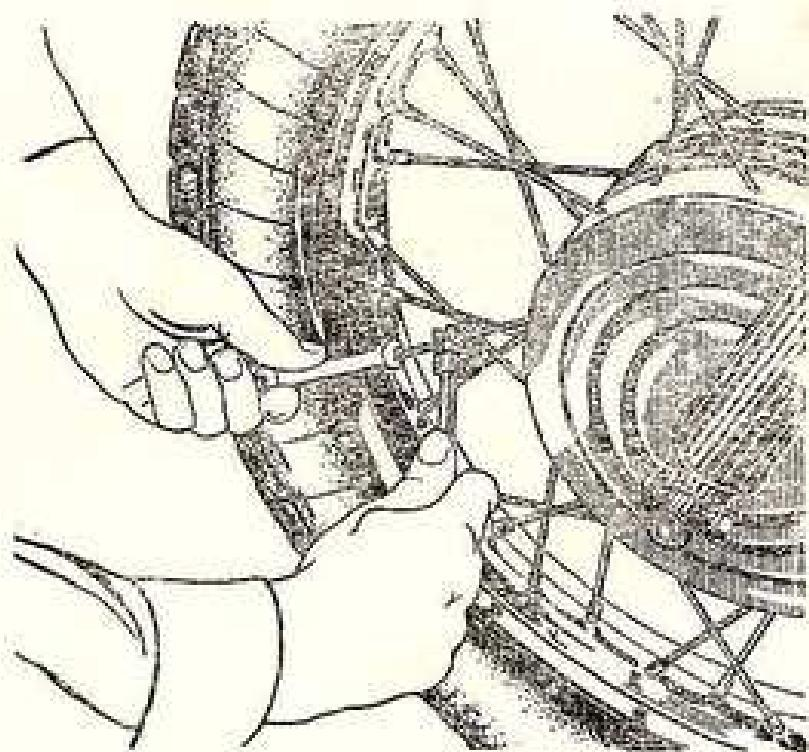

Рис. 18. РЕГУЛИРОВКА НАТЯЖЕНИЯ СПИЦ
**КОЛЕСА.** При эксплуатации мотоцикла нужно следить за натяжением спиц и в случае их ослабления равномерно подтянуть по всей окружности обода. Для предотвращения проворачивания спицы при натяжке ее необходимо зажимать приспособлением для выжима оси цепи, под винт которого установить специальную спору из комплекта инструмента (рис. 18).